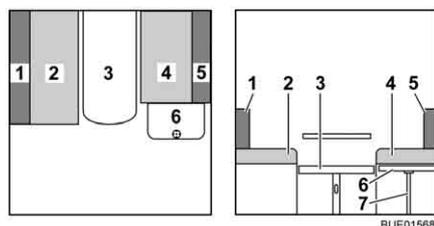
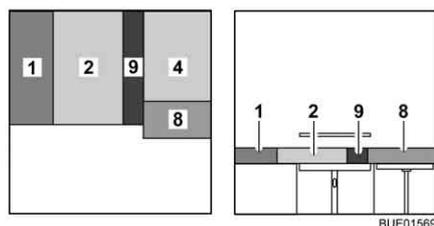

Fig. 96 Durante la trasformazione
Fig. 97 Dopo la trasformazione
- Inserire il puntello (Fig. 96,7) nell'alloggiamento della prolunga del cassone letto.
- Rimuovere il cuscino dello schienale (Fig. 96,5) e riporlo.
- Posizionare il cuscino dello schienale (Fig. 97,1) tra il cuscino del divano (Fig. 97,2) e la parete laterale. A tale scopo spingere il cuscino del divano verso il tavolo.
- Posizionare il cuscino aggiuntivo (Fig. 97,9) tra i cuscini del divano (Fig. 97,2 e 4).
- Appoggiare il cuscino aggiuntivo (Fig. 97,8) sulla prolunga del cassone letto (Fig. 96,6).